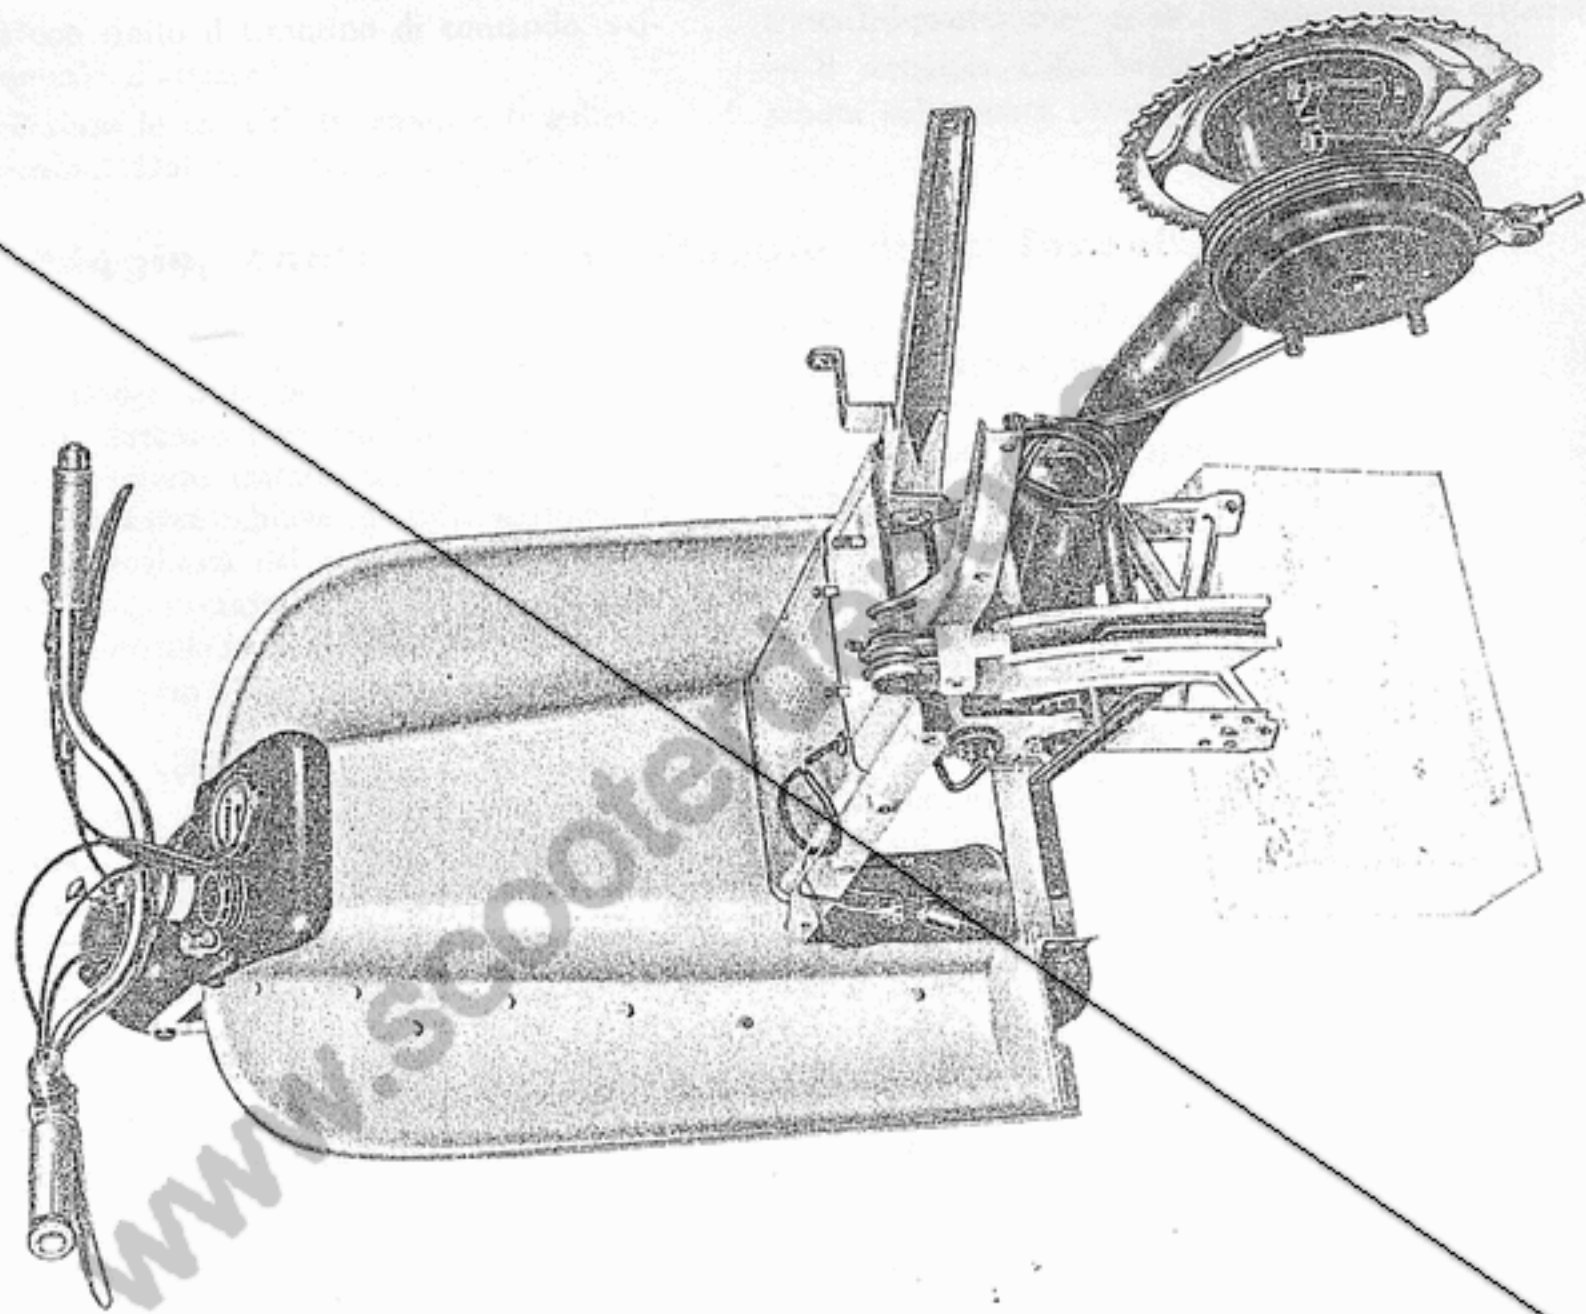

Fig. 30 - Come si presenta il telaio posteriore
*Smontaggio della parte posteriore del telaio (ved. fig. 30).**Levare:*